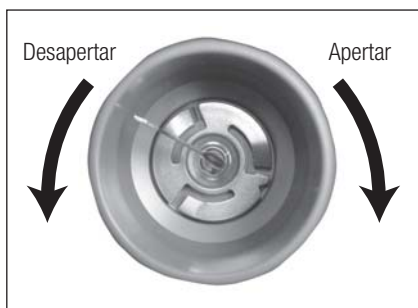

Fig.21
- 3) Rode a chave no sentido de aperto, conforme mostrado na Fig. 21 e 22, até ouvir um clique à medida que gira sem apertar mais.
Rode a chave no sentido de desaperto conforme mostrado na Fig. 21 e 22 para remover a ponta.